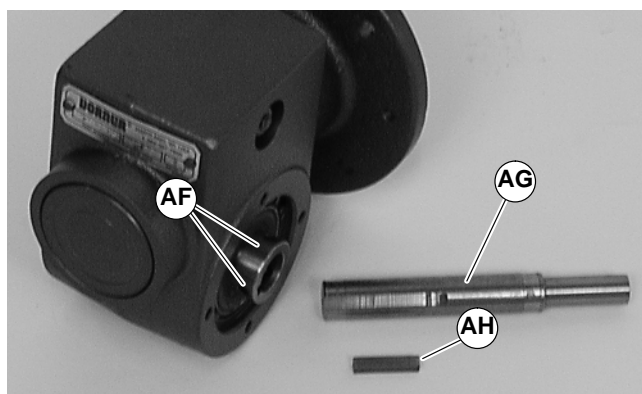

Abbildung 17
6. Zwei (2) Schrauben (AC) entfernen, und Abtriebswellenabdeckung (AD) abnehmen.
7. Abtriebswellenpaßfeder des Untersetzungsgetriebes (AE) entfernen.
8. Sechs (6) Stellschrauben lösen (AF siehe Abbildung 17). Abtriebswelle (AG) und Paßfeder (AH) entfernen.
10. Die Originalwelle (AG siehe Abbildung 17) und Paßfeder (AH) in das neue Untersetzungsgetriebe einbauen. Die Stellschrauben mit 3 Nm festziehen.